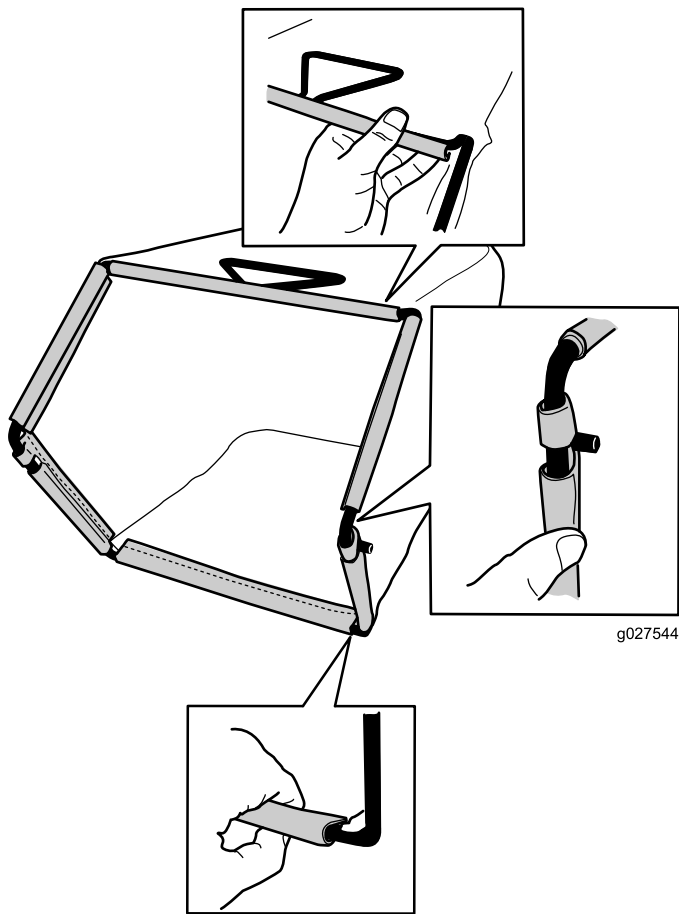

Figure 8
- 3. Accrochez la glissière supérieure et les glissières latérales du bac au sommet et sur les côtés de l'armature respectivement (Figure 8).
- 2. Accrochez la glissière inférieure du bac au bas de l'armature (Figure 8).